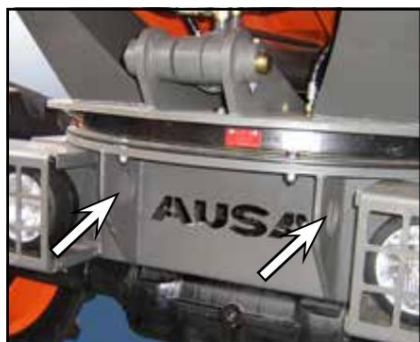

fig. 2
- PUNTE FAȚĂ: prin urechile sudate pe șasiu (fig. 2)
- PARTEA FAȚĂ: prin urechile sudate pe buncăr. (fig. 2)